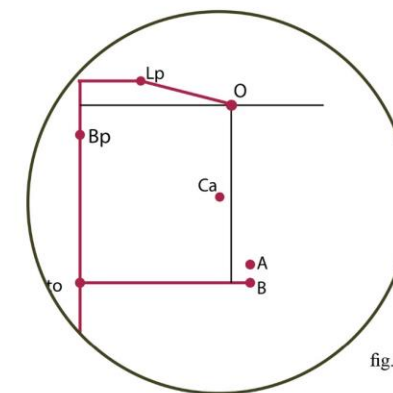

fig.63
b) Caso tenha os seios grandes ou mais pesados e caídos, marque o ponto A dois centímetros acima do ponto B, de busto, como mostra a Fig.63.